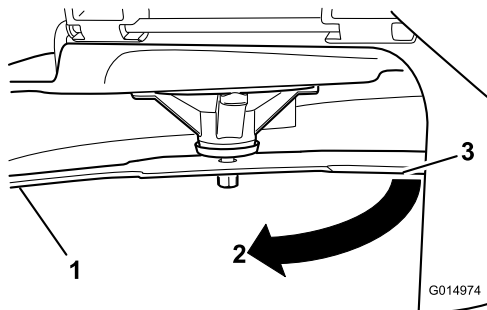

Figure 53
3. Seconde distance mesurée entre la lame et la surface (B)
4. Tournez la même lame de 180 degrés pour amener l'autre tranchant à la même position (Figure 53).